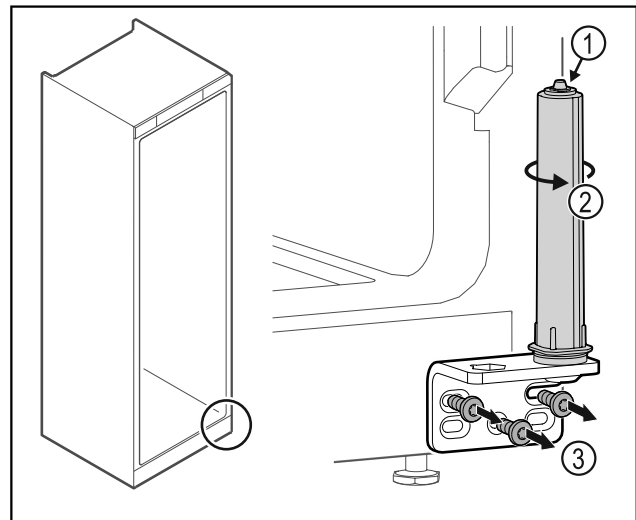

Fig. 39
► Ta inte isär dörrlåssystemet Fig. 39 (1).
- Vrid låssystemet Fig. 39 (2) tills det klickar.
- Skruva av gångjärnsfästet Fig. 39 (3).